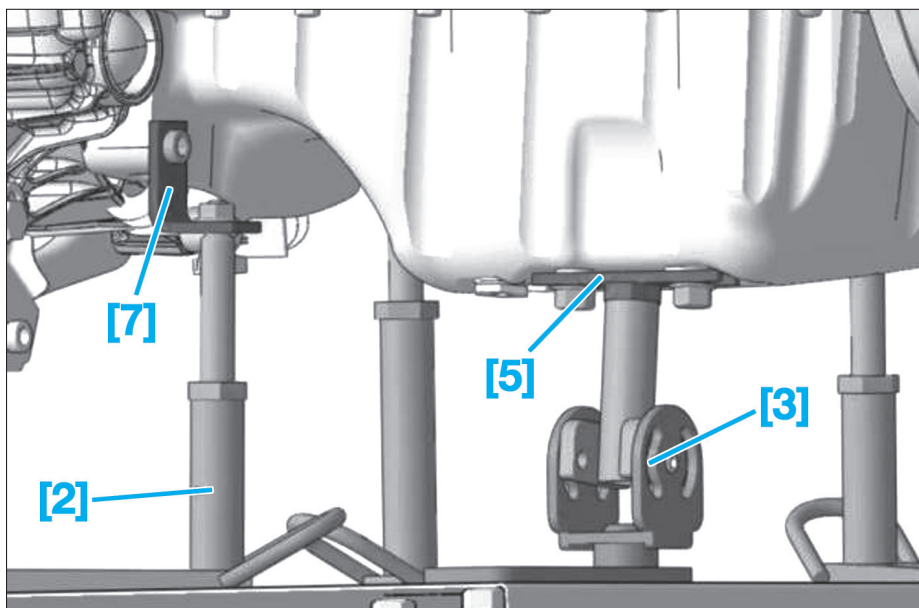
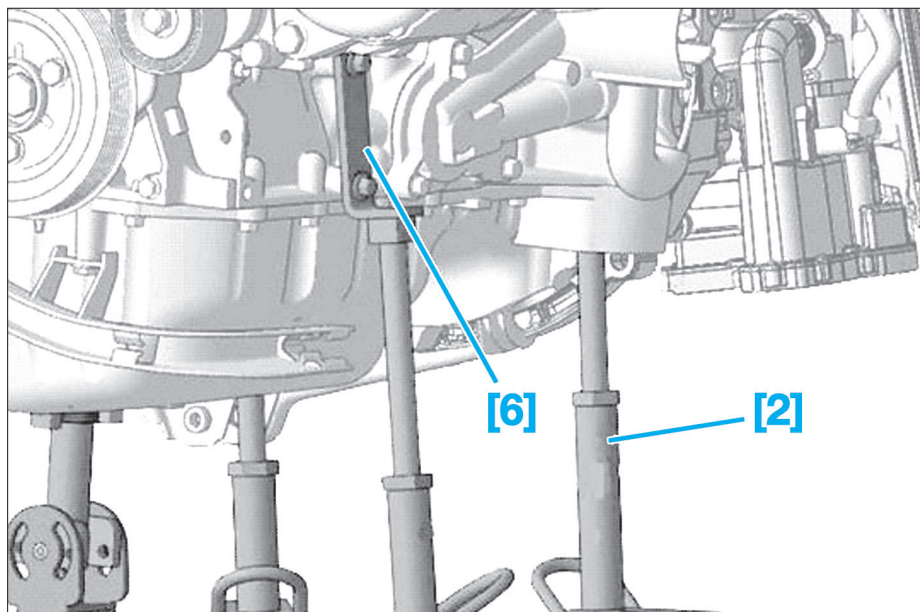

Fig. 52
Fig. 53
- Pour cela, déposer les vis (15), puis accrocher le compresseur (16).
- A l'aide des outils [1] à [7], réaliser le montage de soutien du groupe moto-propulseur (Fig.52) et (Fig.53).